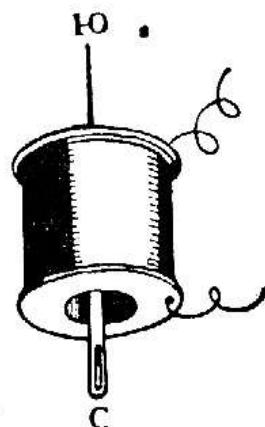

Рис. 49
Соединим катушку с батарейкой и введем в катушку штопальную иглу (рис. 49). Прервем цепь тока и исследуем иглу, погружая ее в железные опилки. На концах иглы останутся пучки опилок. Игла стала постоянным магнитом.
- 2) вводя железный предмет в катушку, по обмотке которой проходит ток (рис. 49).